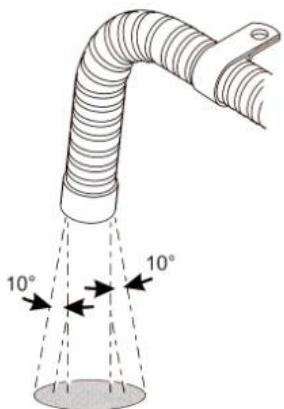

Рис. 22
4.6.6 В процессе работы печки выхлопная труба нагревается до высокой температуры. При установке убедитесь, что она проходит достаточно далеко от пластиковых частей или других частей корпуса транспортного средства обладающих небольшим тепловым сопротивлением. Выхлопная труба должна быть тщательно закреплена. Выхлопная труба должна быть расположена перпендикулярно поверхности дороги под углом  $90^\circ \pm 10^\circ$ . Для того чтобы гарантировать такой угол фиксирующий зажим должен располагаться на расстоянии 150 мм от конца трубы (Рис. 22).